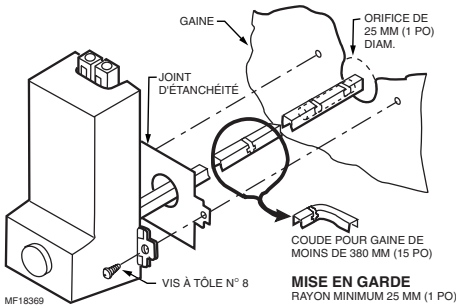

Fig. 4. LP920 - Modèle à bulbe intégré.
1. Percer, scier ou dégager une ouverture de 25 mm (1/4 po) pour l'introduction de l'élément sensible. (Fig. 4).